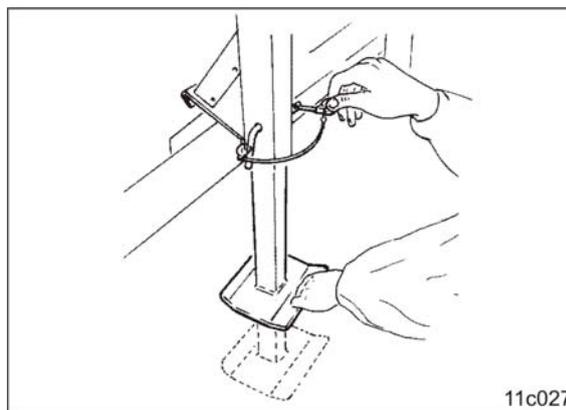

Fig. 36
13. Stützfuß (Fig. 36) nach oben schieben und mit dem zuvor gelösten Bolzen abstecken und mit einem Federstecker sichern.
1. Den Stützfuß (Fig. 36) nach unten schieben und mit dem zuvor gelösten Bolzen abstecken und mit einem Federstecker sichern.